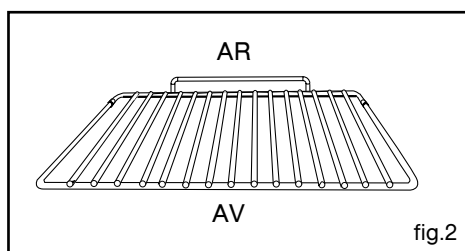

fig.2
#### • Grille sécurité anti-basculement fig.2
- Desserrez les vis du serre-câble (fig.2).
- Introduisez le câble d'alimentation par le côté du capot et dans le serre-câble situé à droite du bornier. (Reportez-vous au tableau de la page précédente pour le choix de la section du câble) (fig.2).
#### A l'intérieur du four (fig. 2) :